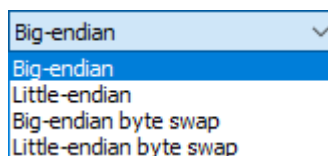

Рис. 4.7
7. Поле «Порядок байтов». Доступно только для типа данных «FLOAT», рис. 4.7;